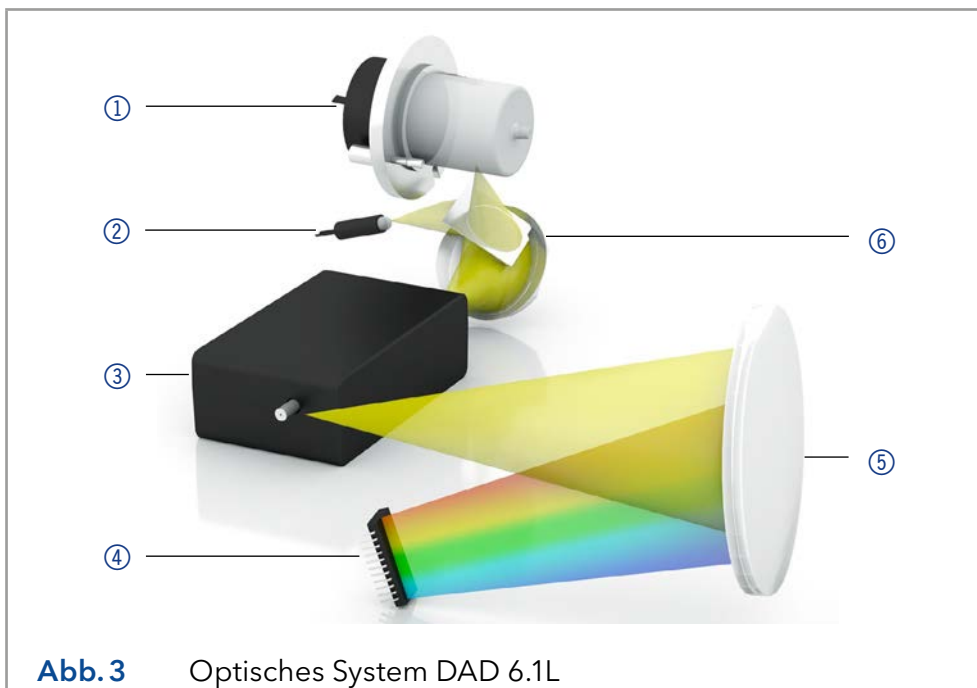

Abb. 3 Optisches System DAD 6.1L
- Das optische System des DAD 6.1L ist in Bild 3 dargestellt. Eine aktive Temperaturkontrolle mit 0,5 °C Empfindlichkeit sichert gute Basislinienstabilität für einen minimalen Basislinien-Drift.